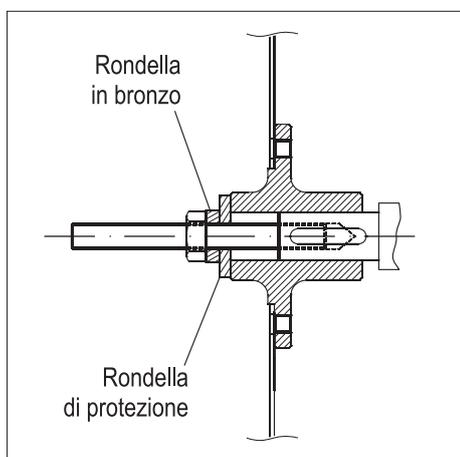
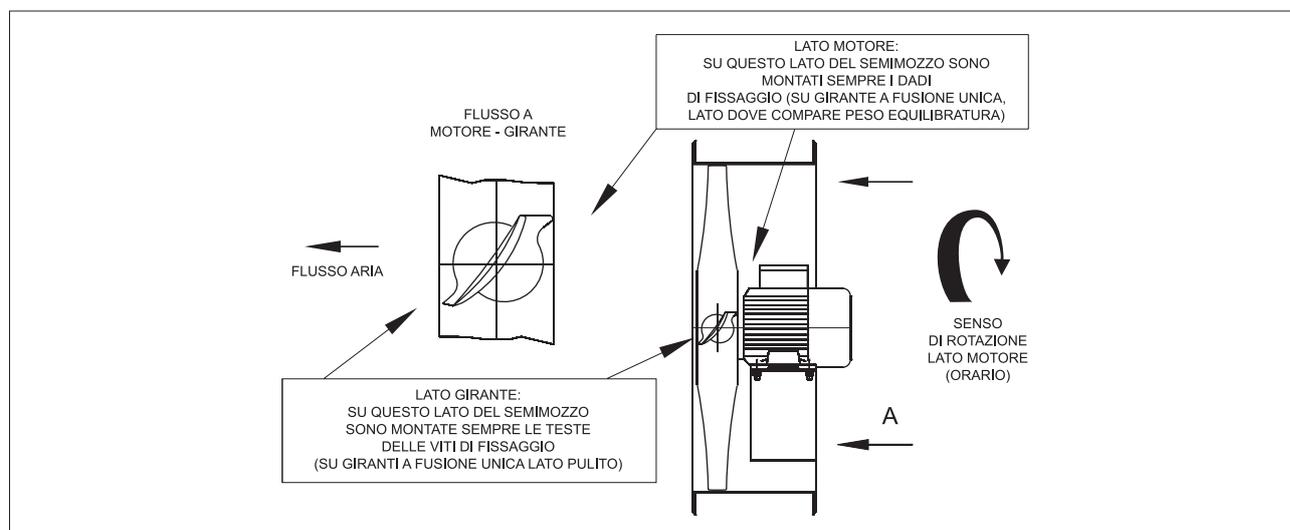
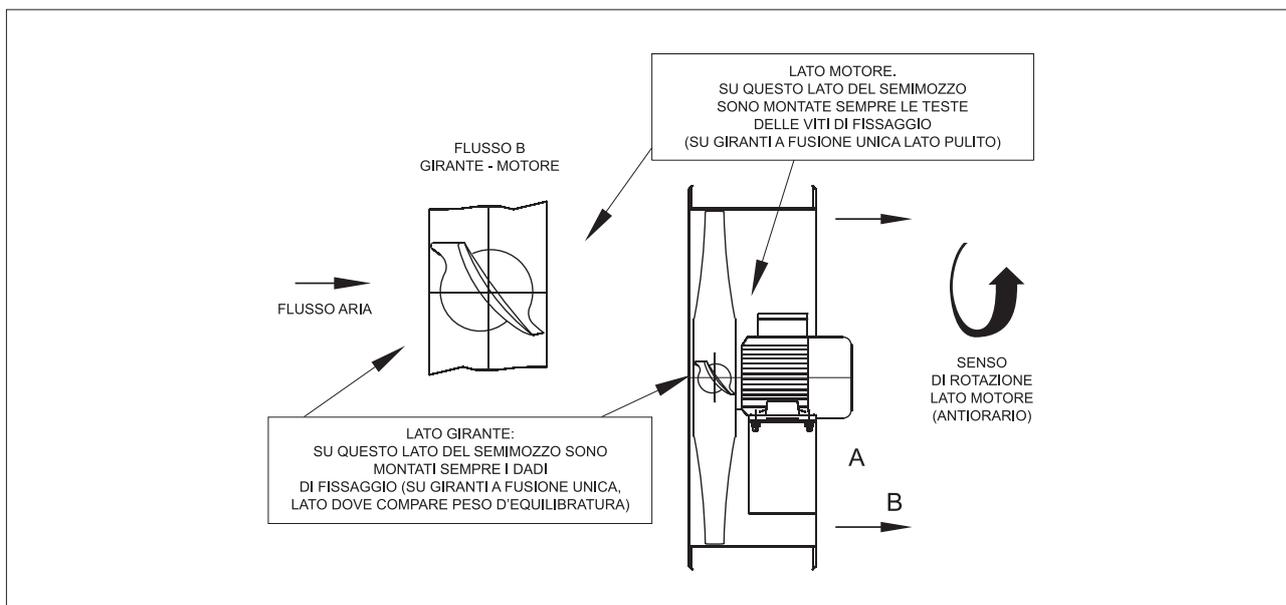

FIG. 17 (Montaggio)
FIG. 19 (Flusso "A")
FIG. 20 (Flusso "B")
5.4.2- Montaggio e smontaggio della girante “a semplice aspirazione” ed “assiale” (FIG. 17÷FIG. 20)
- 2) Inserire la vite con una rondella di protezione e avvitare il dado sulla vite così da spingere la girante contro lo spallamento e fissarla (v. FIG. 17).
N.B. Per i ventilatori assiali verificare il corretto verso della girante (v. istruzioni di montaggio FIG. 19 e FIG. 20).